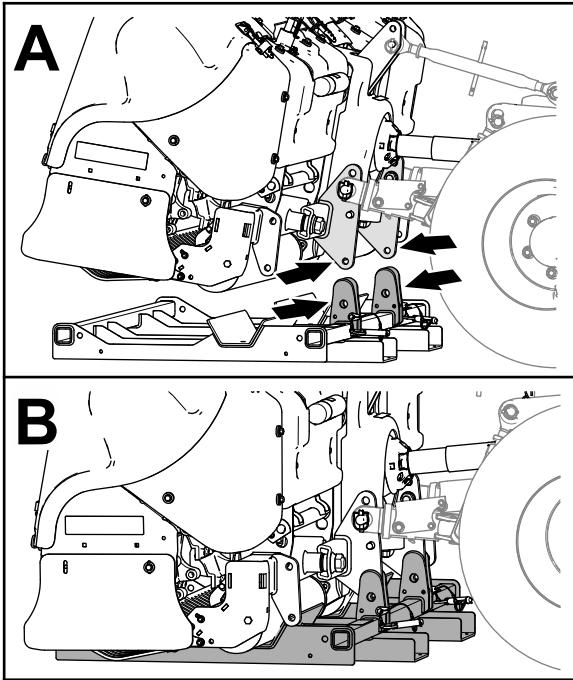

Figure 45
1. Alignez les plaques de support du support de rangement et la patte du support sur le cadre d'attelage de la machine (Figure 45)
2. Abaissez la machine dans le support de rangement jusqu'à ce que les trous du support soient alignés sur ceux de la patte de support de l'attelage (Figure 45).